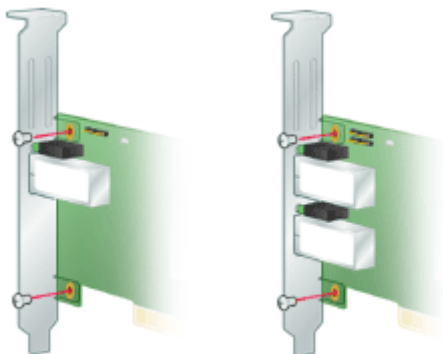

FIGURE 2 Retrait du support
- a. Retirez les vis du support de montage du HBA (voir FIGURE 2).